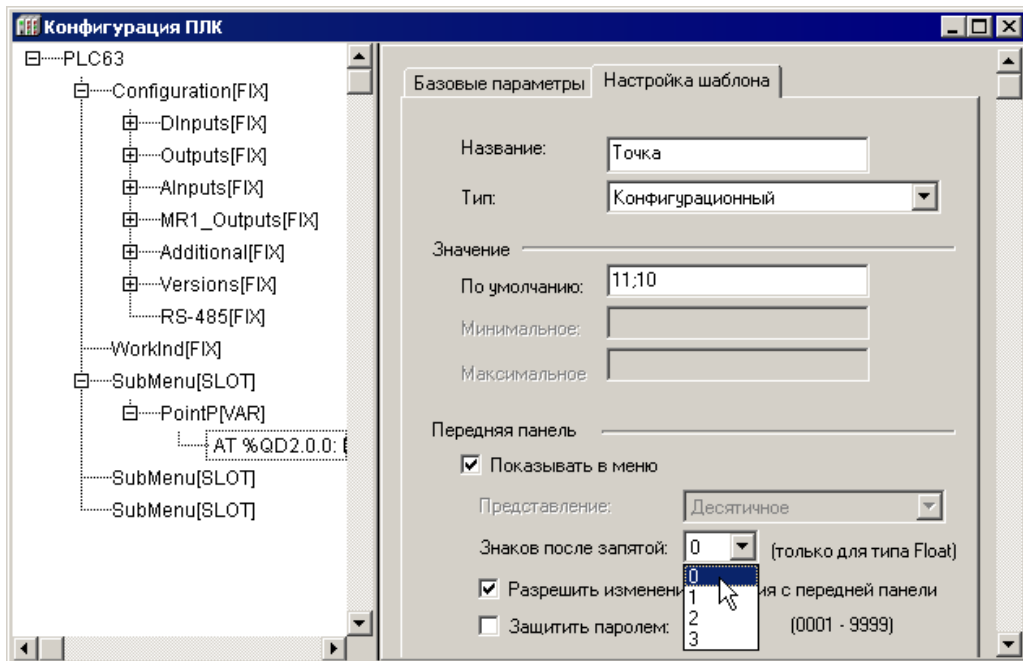

Рисунок 7.25 – Формат значения параметра «PointP»
- «PointP» – подэлемент задает точку графика – соотношение значений переменных (X и Y). Добавив требуемое количество подэлементов, можно определить зависимость (график)  $Y=f(X)$ . Значение вводится в поле «Значение / По умолчанию» в формате: «Координата X; Координата Y». Диапазон задания координат X и Y от минус 3276.7 до 3276.7. Модуль имеет канал типа DWord имеющий формат: 4-х байтовое поле, в котором первые 2 байта – это значение координаты Y, вторые два байта – координаты X, значения которых умножено на 10 в степени, заданной параметром «Знаков после запятой» (см. рисунок 7.25).